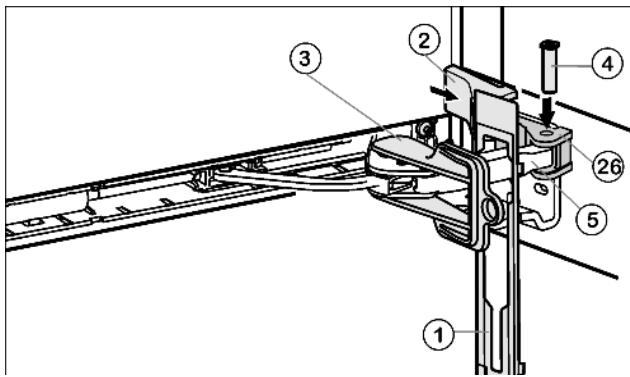

Fig. 13
- ▶ Навесьте накладку Fig. 13 (1) на амортизационную скобу таким образом, чтобы передние защелки показывали вперед, а передняя сторона была направлена к устройству.
- ▶ Притяните амортизационную скобу Fig. 13 (5) к опорной детали Fig. 13 (26) и сверху снова вставьте палец Fig. 13 (4) таким образом, чтобы квадратная головка си-деля в углублении.
- ▶ Установите и защелкните крышку Fig. 13 (2).
- ▶ Поворотом снимите фиксатор Fig. 13 (3).
- ▶ Защелкните накладку Fig. 13 (1) на дверце.